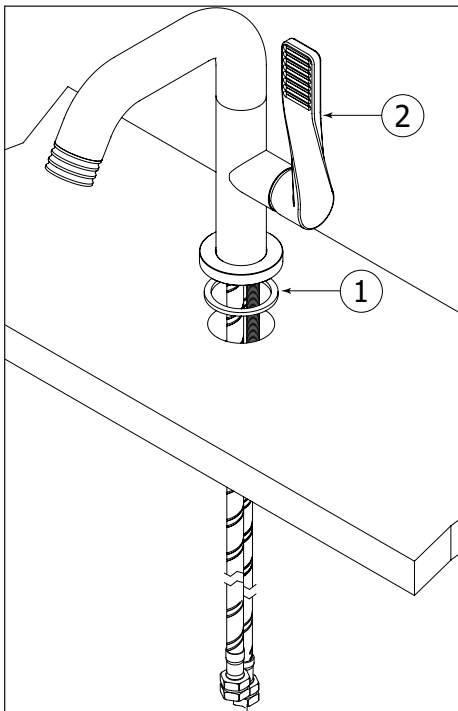

Fig.1
Place the rubber ring (1) against the faucet body and insert the faucet (2) into the hole of the basin or countertop as shown (Fig. 1).
Places la bague en caoutchouc (1) contre le bec. Insérer le robinet (2) dans le trou du lavabo ou du comptopar tel qu'illustré (Fig. 1).